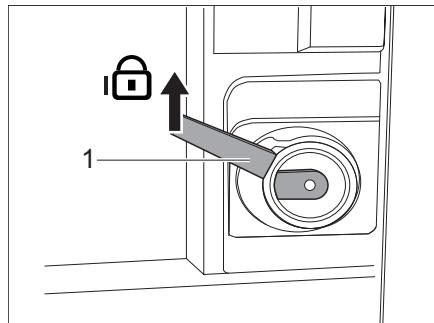

Fig. 23 Cerradura de la puerta de entrada, en el interior, bloqueada en nivel 1
- Tire hacia arriba la manilla (Fig. 23,1).